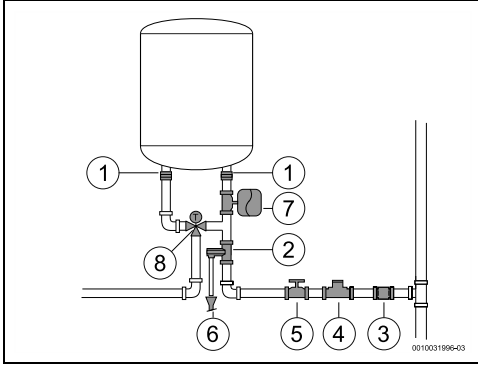

Fig. 10
- ▶ Se recomienda instalar una válvula termostática (fig. 10, [8]) en el tubo de descarga del aparato si se utilizan tubos PEX. Ajustarla para cumplir con el rendimiento del material usado.
- No instalar nunca accesorios (diferentes a los que se muestran en la fig. 10) entre la válvula de seguridad y la entrada de agua fría (lado derecho) del aparato.
- Instalar un reductor de presión (fig. 10, [4]). La válvula de seguridad se activará siempre que la presión de agua dentro del aparato se sitúe por encima de 8 bar (± 1 bar), por lo que será necesario planificar una forma para vaciar esta agua.
- Instalar un vaso de expansión (fig. 10, [7]) para impedir que la válvula de seguridad se abra con tanta frecuencia. El volumen del vaso de expansión debería ser equivalente al 5 % del volumen del aparato.